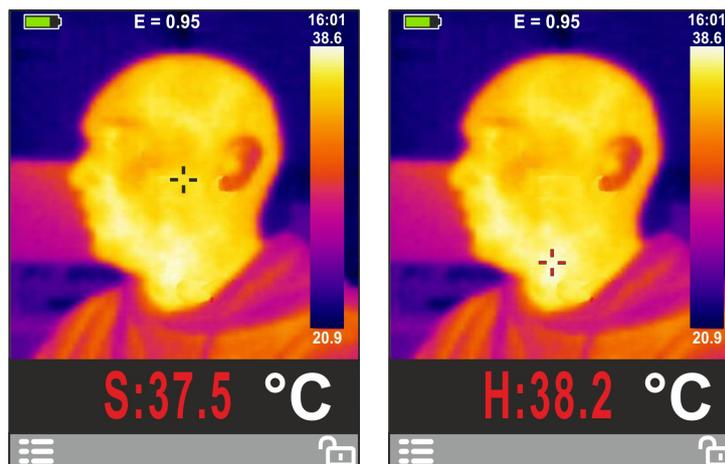

Fig. 18: Exibição da condição de alarme da modo de Triagem
7. Enquadre o sujeito em teste a **uma distância máxima de 20cm**. Com a temperatura do objeto maior que o valor limite definido, o valor da temperatura associado ao cursor fixo "S" será mostrado em vermelho na parte inferior do visor (ver Fig. 18 - parte esquerda e um som contínuo é emitido do instrumento)
8. Ao ativar o cursor "H" (ponto mais quente), o instrumento sempre mostra como prioridade o ponto com temperatura máxima da imagem emoldurada. Se esse valor for maior que o limite de alarme definido, ele será mostrado em vermelho na parte inferior do visor (consulte a Fig. 18 - parte direita) e um som contínuo é emitido do instrumento